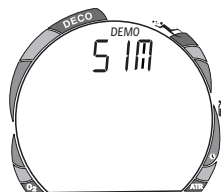

Fig. 94 - Simulator Modus
- Lassen Sie beide Tasten los, wenn **SIM** und **DEMO** angezeigt werden (Abb. 94).